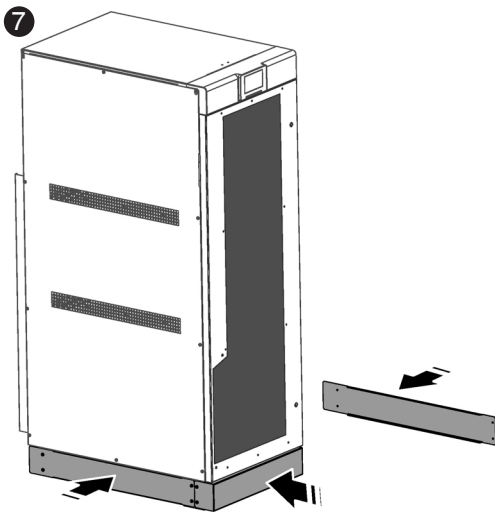

Fig. 33. Montage des supports de base de l'équipement à son emplacement final.
- ❼ Reposer les 4 supports de base de l'équipement (Fig. 33).